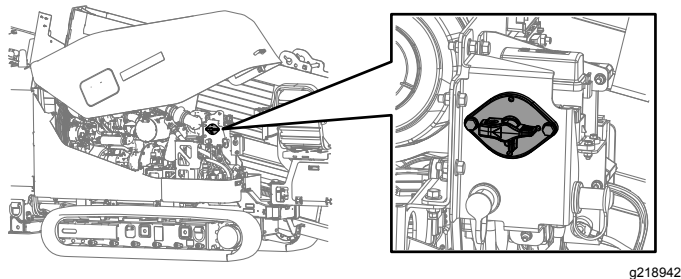

Figura 39
- Para suministrar energía eléctrica a la máquina, gire el interruptor de DESCONEXIÓN DE LA BATERÍA en sentido horario a la posición de ENCENDIDO (Figura 39).
- Para interrumpir el suministro de energía eléctrica de la máquina, gire el interruptor de DESCONEXIÓN DE LA BATERÍA en sentido antihorario a la posición de APAGADO (Figura 39).